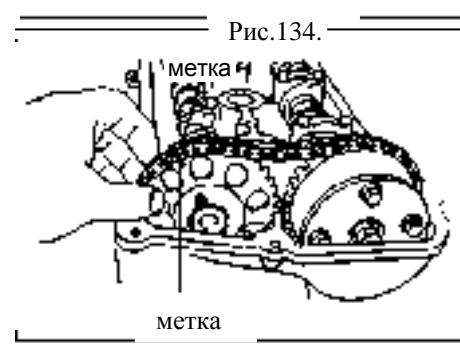

Рис.134.
- (h) Совместите установочную метку на цепи с меткой звездочки распредвала и установите выпускной распредвал в головку блока цилиндров (рис.134).